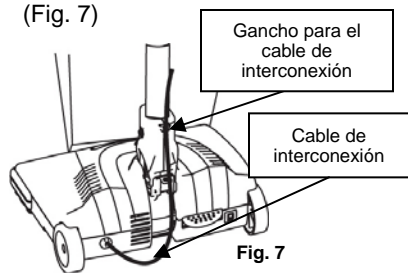

Fig. 7
1. El cable de interconexión sale por la parte posterior izquierda del cabezal eléctrico y se conecta con el mango por debajo del soporte de liberación rápida del cable de alimentación. Presione el cable de interconexión dentro del gancho para el cable de interconexión que está arriba de la traba de dirección. (Fig. 7)